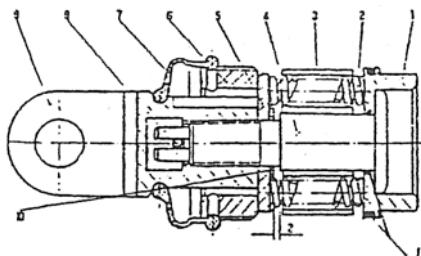
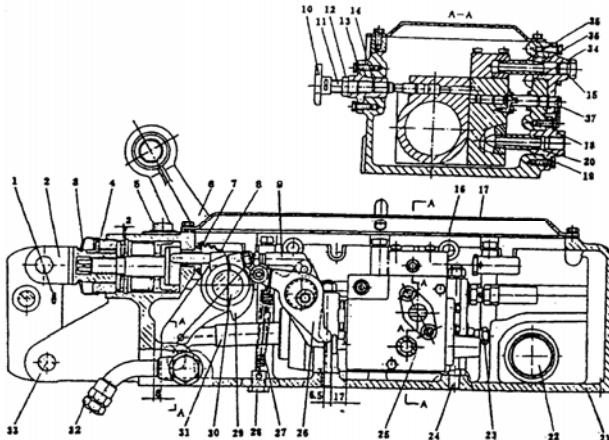

Рис. 3-20 Пружина силового регулирования в сборе
Рис. 3-21
При отсутствии внешних сил на пружину регулировки усилия в сборе, пружина не сжимается, отсутствует зазор между пружиной и держателем пружины, прижимом пружины. Через определенное время работы может появиться зазор между пружиной и сопряженными деталями по причинам деформации, коррозии пружины и т.д. Если люфт превышает 1мм при легком перемещении соединительного звена коромысла внуичную, следует проводить регулировку (см. рис. 3-20). При регулировке, выньте палец (4) (см. рис. 3-21), как показано на рис. 3-20, ослабьте гайку (6), выньте пружину регулировки в сборе, извлеките палец (8), поверните стержень пружины отверткой до устранения зазора и отжимания пружины, вставьте палец (8), затем установите пружину регулировки усилия в сборе в отверстие в задней части корпуса подъемного механизма, завинтите гайку (6) до устранения радиального зазора между пружиной регулировки усилия в сборе и корпусом, при этом прорезь соединительного звена коромысла должно направляться вверх, соответственно поверните большую гайку до совмещения отверстия и прорези, вставьте палец (4) (см. рис. 3-21), установите палезащитный колпачок на большую гайку.
Как показано на рис. 3-21, переместите рычаг в положение подъема, при этом подъемный рычаг поднимается в максимально высокое положение под углом 60° относительно горизонтальной плоскости. В целях облегчения регулировки, можно поставить клин толщиной 8мм между внутренним подъемным рычагом и корпусом подъемного механизма. В этот момент положение подъемного рычага доведено до требуемого положения. Ослабьте болт крепления кулачка регулировки (29), поверните кулачок регулировки положения, чтобы выдвинуть основной регулирующий клапан на 17 мм относительно торцевой поверхности корпуса распределителя, затяните болт крепления кулачка регулировки, затем отрегулируйте рычаг регулировки усилия, ослабьте гайку, поверните болт регулировки усилия, доведите зазор между контрольным концом рычага регулировки усилия и крайне наружным концом регулирующего клапана до 6,5мм, затяните гайку рычага регулировки усилия в сборе (9), чтобы завершить регулировку.